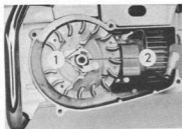

Fig. 21
3. Ta bort svänghjulsmuttern (fig. 21) med en 3/4" hylsnyckel.